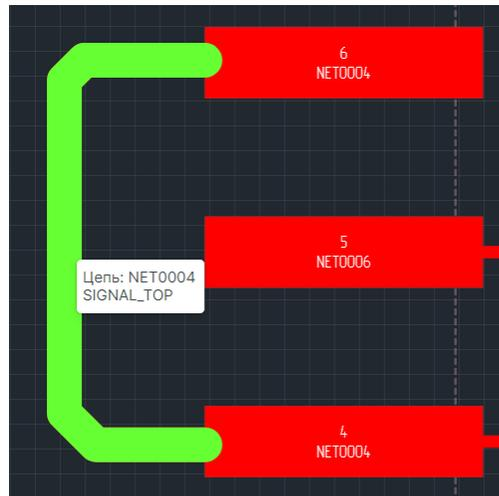

Рис. 274 Подсветка трека под
1. Активируйте инструмент «Выбрать» и наведите курсор на трек, см. Рис. 274. Трек будет подсвечен, а рядом с курсором отобразится имя цепи.